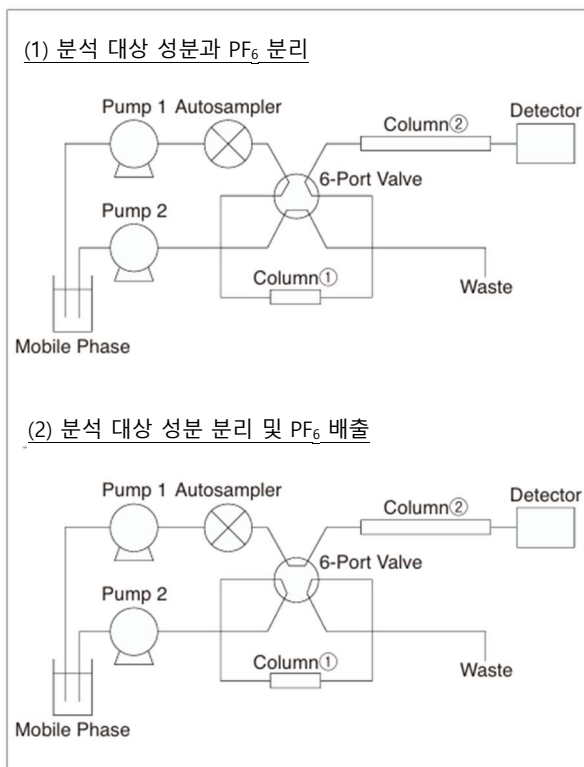

Fig.1 Flow Diagram
Fig.1은 해당 분석을 위해 구축한 컬럼 스위칭 시스템의 Flow Diagram 입니다. 전해액 중 육불화인산 이온 (PF_6)은 분석 대상 성분과 비교 분석 컬럼에 강하게 부착되므로 1 회 분석에 긴 시간이 소요됩니다. 해당 시스템의 경우 컬럼①에서 분석 대상 성분과 PF_6 이 1 차 분리되어 분석 대상 성분만이 컬럼②로 도입됩니다.